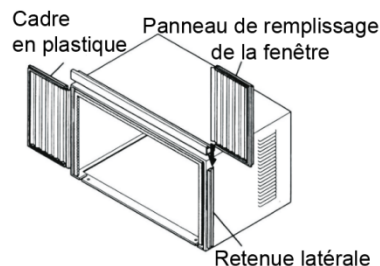
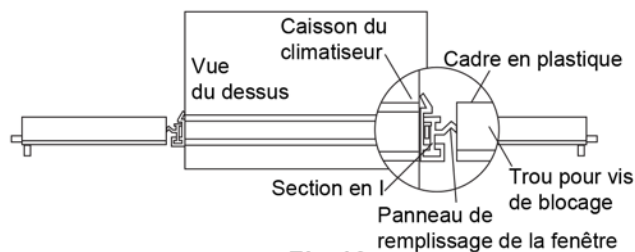

Fig.9
Fig.10
2. Faites glisser la section en I du panneau de remplissage de la fenêtre dans la retenue latérale sur le côté du caisson (Voir fig.9 et fig.10).